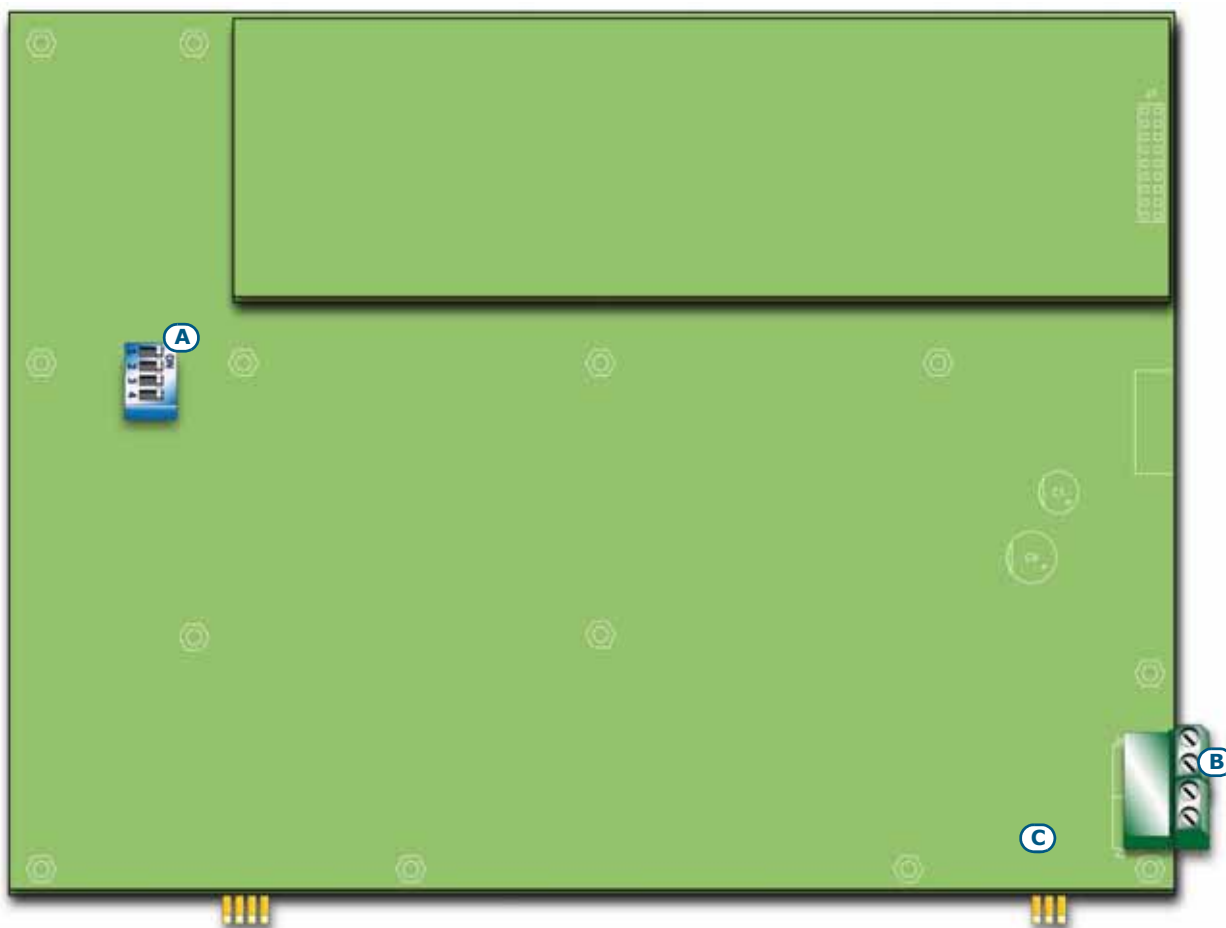

Figura 10 - Parte posterior del módulo de repetidores
1. A cada dispositivo debe asociarse una dirección que lo distingue de los otros dispositivos conectados al mismo BUS RS485. Para configurar la dirección de los SmartLevel consultar el manual de programación de la estación de alimentación, mientras que para los repetidores es necesario actuar sobre el DIP switch (Figura 10 - Parte posterior del módulo de repetidores, [A]).
2. Asegurarse que el jumper de selección de fin de línea (Figura 10 - Parte posterior del módulo de repetidores, [C]) se encuentre en posición EOL solamente sobre el último dispositivo de la línea y no sobre el resto.